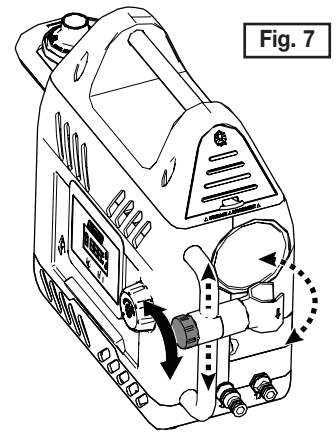

Fig. 7
3. Desserrer la molette de réglage et ajuster l'angle et la hauteur du bras de douche. Une fois le bras à la position désirée, serrez la molette à nouveau (Fig. 7).